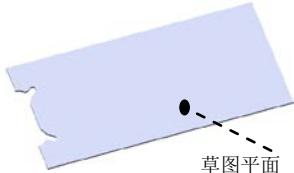

图 5.6 切除一拉伸 1
Step4. 创建图 5.6 所示的切除一拉伸 1。
(1) 选择命令。选择下拉菜单 **插入(I)** → **切除(C)** → **拉伸(E)...** 命令。
(2) 定义特征的横断面草图。
- ① 定义草图平面。选取图 5.6 所示的模型表面作为草图平面。